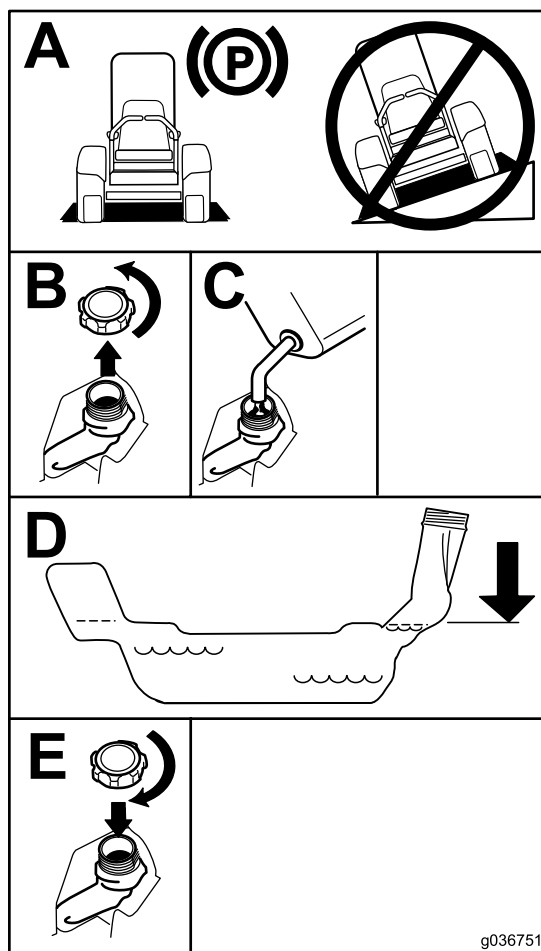

Figure 10
5. Remplissez le réservoir de carburant jusqu'au bas du goulot de remplissage (Figure 10).